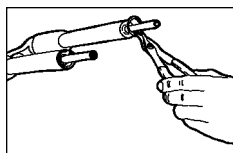

Fig. 7
- Entfernen Sie die Sprengringe an den Unterseiten der oberen Rohre mit einer kleinen Innensprengringzange (siehe Abb. 7).